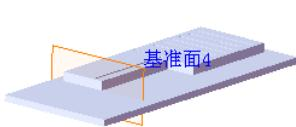
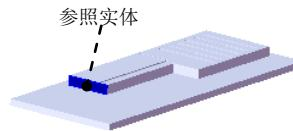

图 17.7.24 创建基准面 4
图 17.7.25 选取参考实体
Step13. 创建图 17.7.24 所示的基准面 4。选择下拉菜单 **插入(I)** → **参考几何体(G)** → **基准面(F)**... 命令；选取图 17.7.25 所示的模型表面为参考实体，在 **后文本框** 输入 5，并选中 **反转** 复选框。